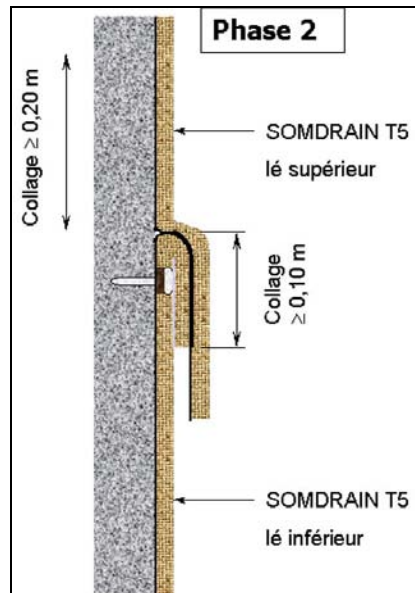

Figure 10 - Réparation en zone encollée : phase 2
- Procéder au double encollage avec la colle SOMFIX N de la base du lé supérieur au rabat du lé inférieur (cf. figure 10). C'est un collage membrane PVC sur elle-même, qui assure la continuité de l'étanchéité du système.